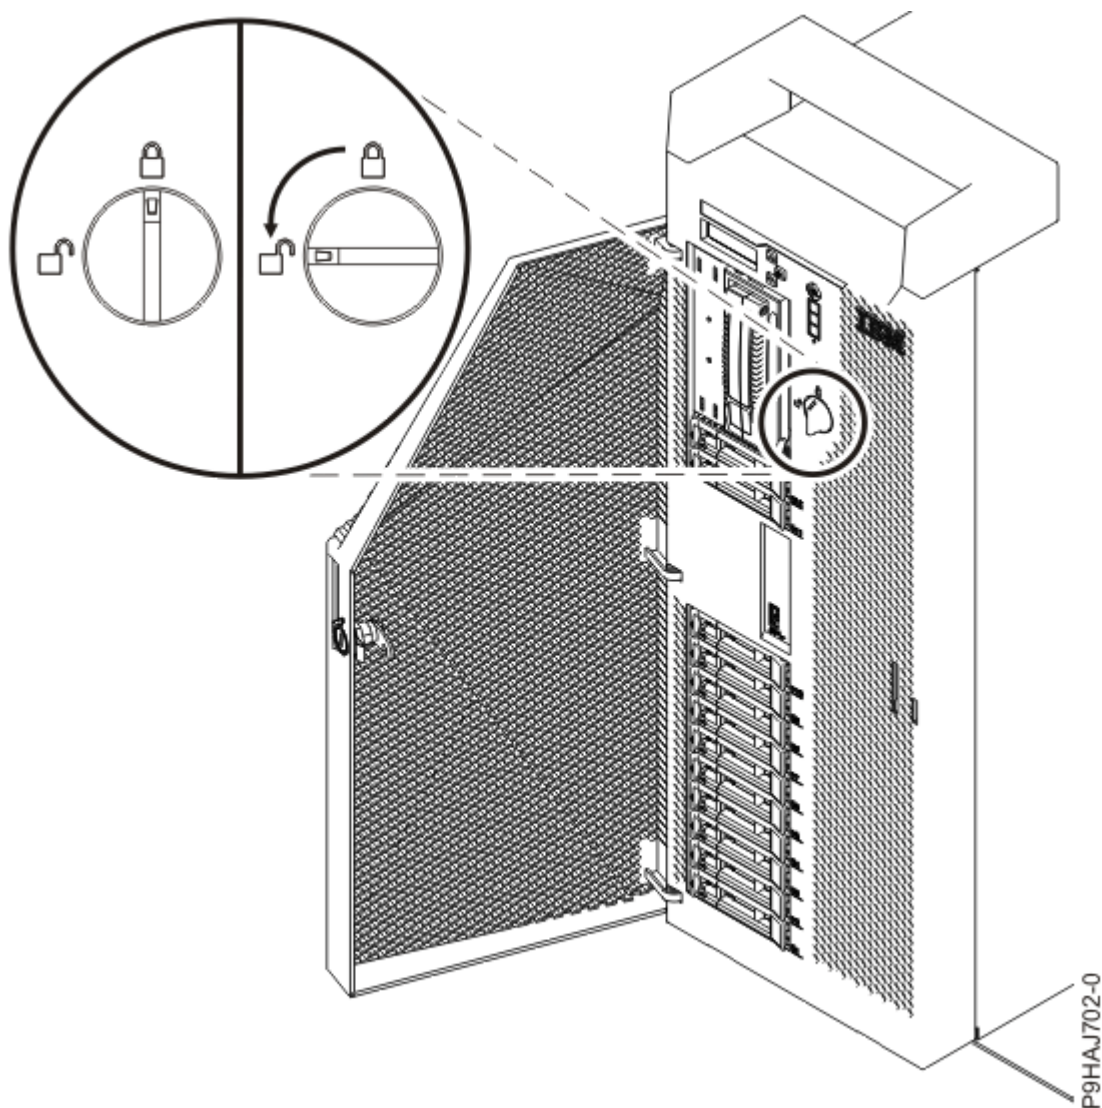

Figura 5. Obertura del pestell de la coberta frontal
- c) Feu girar el pestell de la coberta (en el sentit contrari al de les agulles del rellotge) per tal de desbloquejar la coberta, com es mostra a la Figura 5 a la pàgina 7.